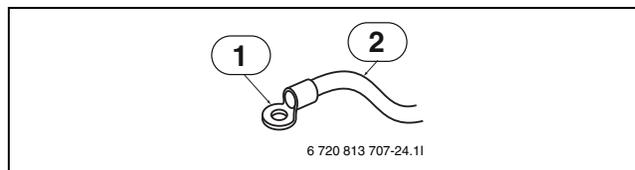

Bild 27
- Quetschkabelschuhe (→Abb. 27) für den Anschluss der Erde an die Hauptleiterplatte verwenden.